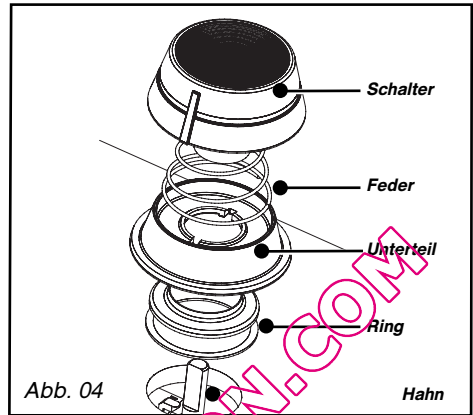

Abb. 04
- **Leerlauf der Hähne einstellen:** Sie befinden sich unter den Schaltern (Abb. 04).